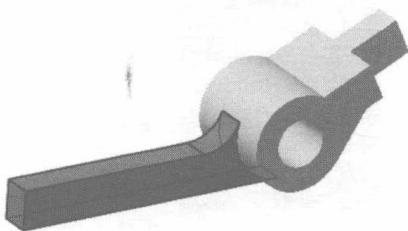

图 1.7 凸台-拉伸 2
Step4. 创建图 1.7 所示的零件特征——凸台-拉伸 2。选择下拉菜单 **插入(I) → 凸台/基体(B) → 拉伸(E)...** 命令 (或单击 按钮); 选取前视基准面为草图基准面;